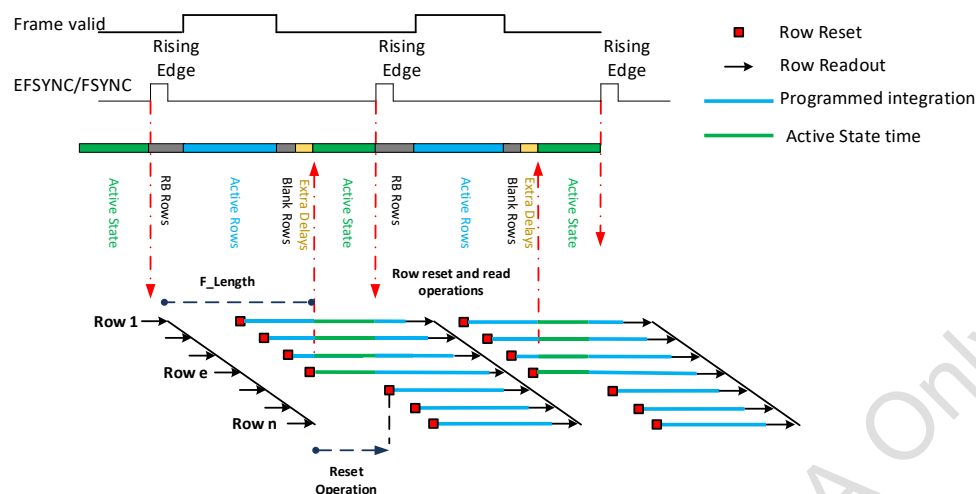

图 2-2 Slave Mode 曝光实现图
- 3) Active State 时，芯片停止输出及停止 Row reset 操作，如图 2-2 所示，会导致一帧图像 Row 1~Row e 行与 Row (e+1)~Row n 行的曝光时间不同，Row 1~Row e 行的曝光时间比 Row (e+1)~Row n 行的曝光时间大，多出的时间为 Active State time，为避免这种曝光差异，要求外部精确控制 EFSYNC/FSYNC，使 Active State 控制在 40ns 以内，保证一帧内的每行曝光时间基本一致；